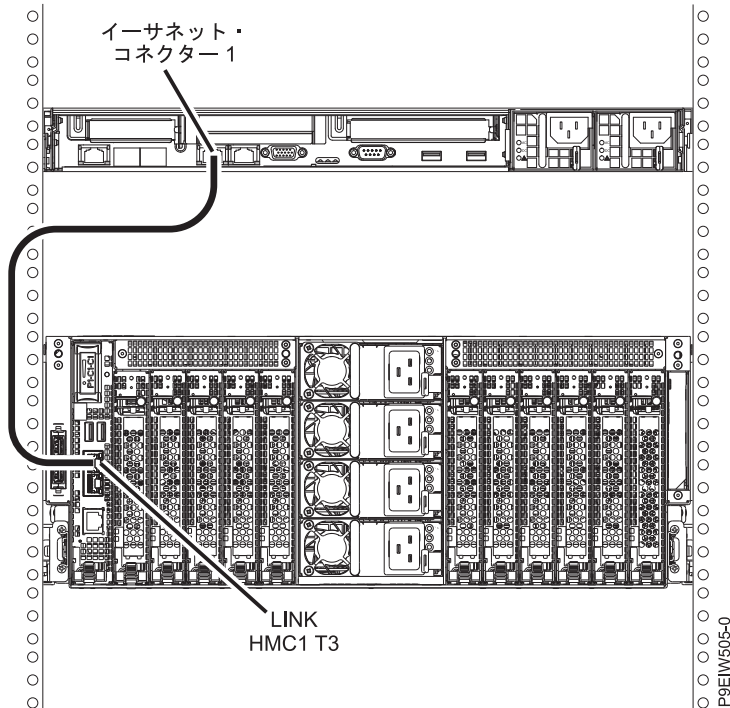

図 26. HMC の管理対象システムへの直接接続
1. HMC を管理対象システムに直接接続する場合は、図 26 に示すように、HMC の「イーサネット・コネクタ 1」を管理対象システムの「HMC1 (T3)」ポートに接続します。